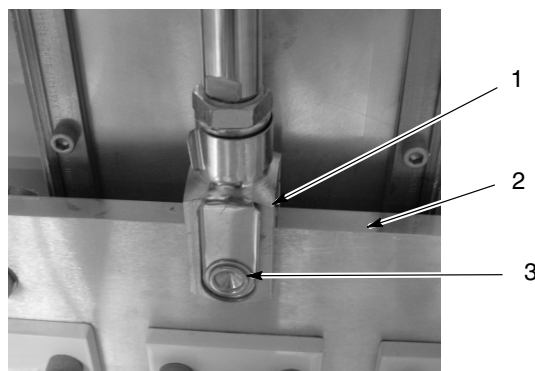

Figura 8-7 Pino do gancho em U do cilindro de elevação
2. Consulte a figura 8-7. Solte o pino do gancho em U (3) do gancho em U (1) e puxe o pino para fora do gancho em U e da placa do carro (2). Não perca o pino pois irá precisar dele para montar o novo cilindro.